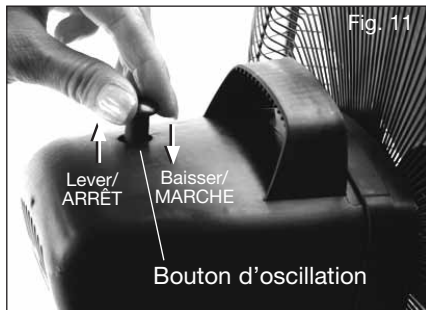

Fig. 11
- Pour DÉACTIVER l'oscillation, LEVEZ simplement le bouton (fig. 11).